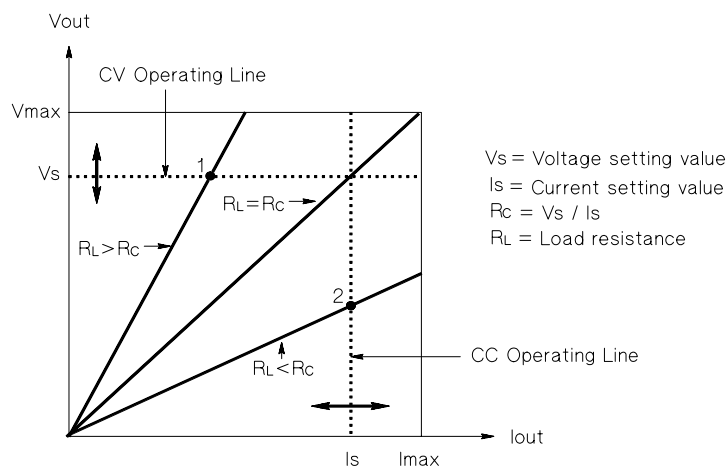

Abbildung 7-5. Ausgangscharakteristiken
Abbildung 7-5 zeigt die verschiedenen Ausgangsbetriebsarten der Stromversorgung Agilent E3632A. Der Arbeitspunkt liegt entweder oberhalb oder unterhalb der Geraden  $R_L = R_C$ . Diese entspricht der Last, bei welcher die Ausgangsspannung und der Ausgangsstrom den programmierten Werten entsprechen. Überschreitet der Lastwiderstand  $R_L$  den Wert  $R_C$ , dominiert die Ausgangsspannung, da dann der Strom niedriger als der programmierte Wert ist. Man sagt dann, die Stromversorgung sei in der Betriebsart Konstantspannung (CV). Im Punkt 1 hat die Last einen höheren Widerstandswert (im Vergleich zu  $R_C$ ), die Ausgangsspannung entspricht dem programmierten Wert, und der Ausgangsstrom liegt unterhalb des programmierten Wertes. Die Stromversorgung ist in der Betriebsart Konstantspannung, und der programmierte Stromwert dient als Strombegrenzung.